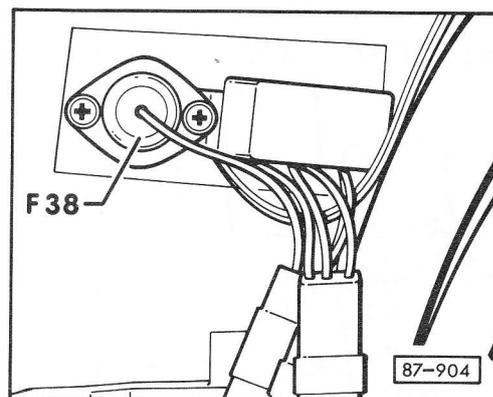

Fig. 7 Contacteur de température extérieure – F 38
- Températures de commutation – fig. 7
- Fonction – fig. 7